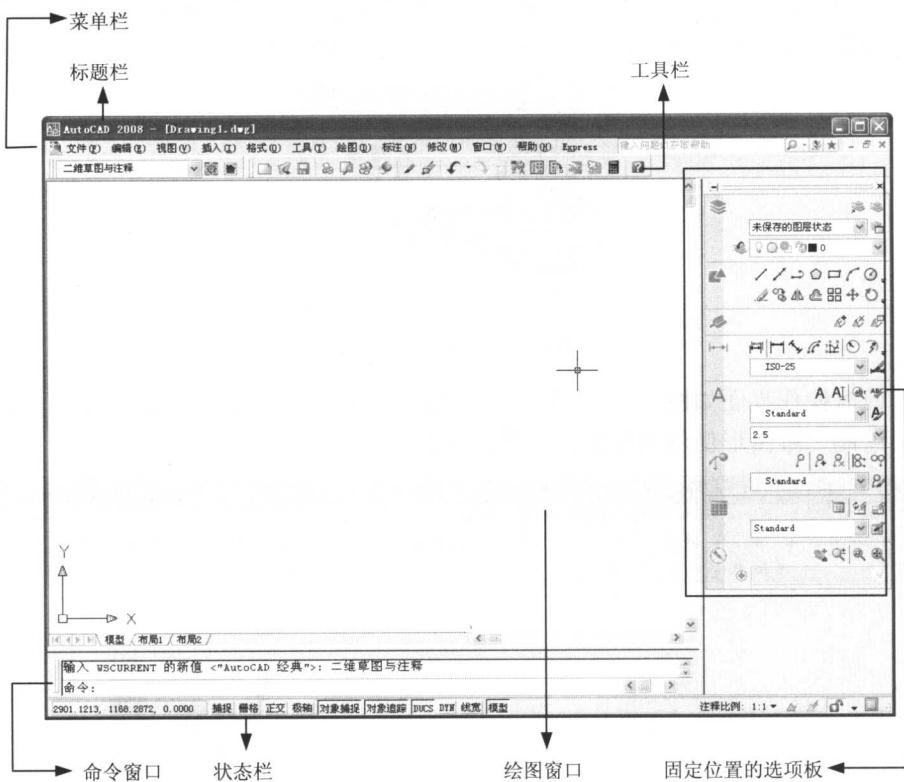

图 1.2 AutoCAD 2008 操作界面
- (3) 此时会打开 AutoCAD 2008 操作界面，当前显示的是【二维草图与注释】工作空间，如图 1.2 所示。